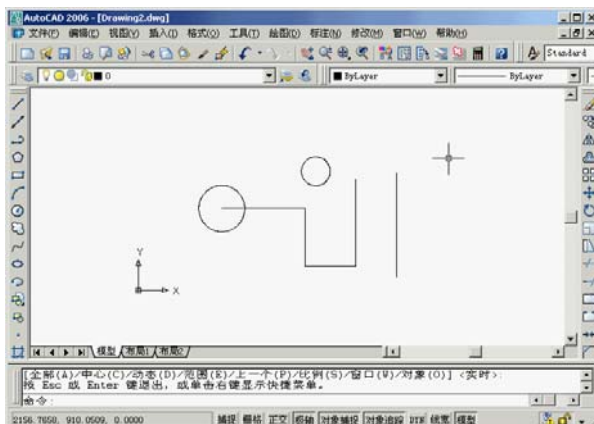

图1-7 缩小图形
11. 单击程序窗口上部的  按钮，游标变成放大镜形状 ，此时按住鼠标左键向下拖动游标，图形缩小，如图 1-7 所示。按 **Esc** 键或 **Enter** 键退出。